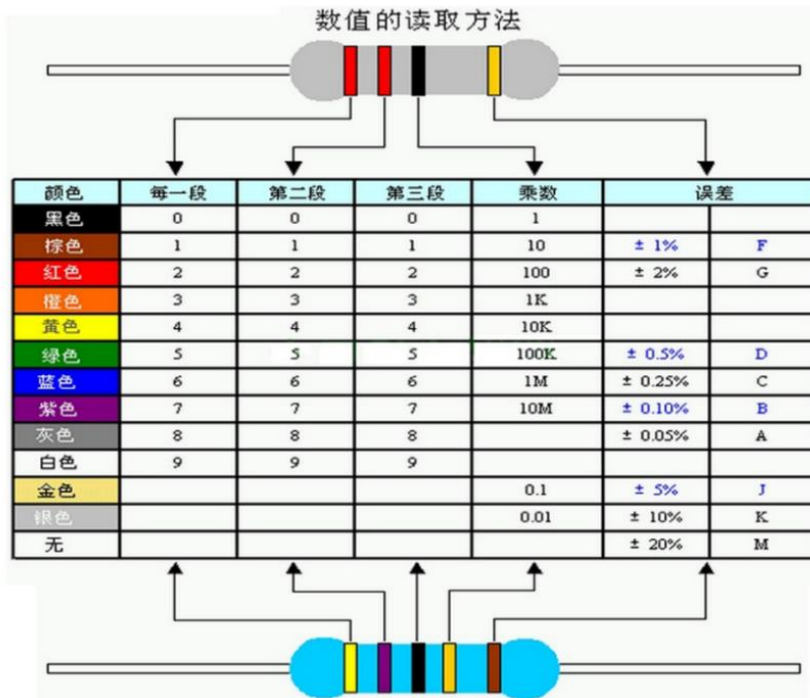

图 8 四环电阻、五环电阻参数读取方法
- ① 示波器输入耦合选择交流或直流，电压灵敏度旋钮设置到 500mv/DIV 或者更灵敏的档位；
- ② 用手指接触探头的尖端，如果有杂波出现则探头的信号线连接正常，如果显示的仍然是一条直线的话，则说明信号线可能开路了；
- ③ 如果 2 正常，再将探头的信号线和地线短接，再用手指接触探头的尖端，如果示波器上显示的是一条水平线，说明探头的地线正常，反之如果有很多杂波出现，说明探头的地线可能开路了；
- ④ 有时探头和电缆本身是好的，但是电缆和示波器的连接处接触不良，可以试着用手扶着连接处，重复上述测试。
3) Measure 方法测量脉冲信号电压参数时，见图 8 注意参数的定义：